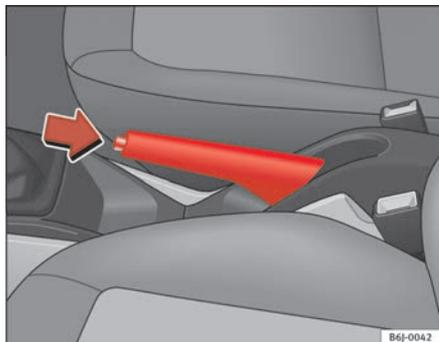

Fig. 104 Freno de mano entre los asientos delanteros
- Tire con fuerza de la palanca del freno de mano hacia arriba ⇒ fig. 104.
- Tire ligeramente de la palanca hacia arriba, presione el botón de desbloqueo en la dirección de la flecha ⇒ fig. 104 y baje completamente la palanca ⇒